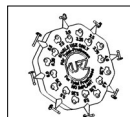

fig. 1a
■ **fig. 1a, 1b/2** O disco medidor (fig. 1a, 1b) para próteses totais possui oito medidores individuais disposto em forma de satélite e com comprimentos diferentes (3,0-7,0 mm). O comprimento é indicado no lado posterior de cada medidor (fig. 2). As aberturas e orifícios destinam-se a reduzir o peso, bem como a proporcionar uma melhor visão global durante a medição do ouvido médio.